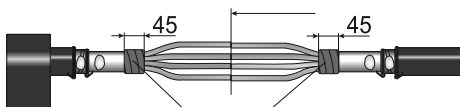

Рисунок 6
4.18 Закрывать «корешки» разделок кабелей герметиком гидрохим-защиты с одинаковым заходом на металлическую оболочку и изоляцию жил, постепенно удаляя разделительную бумагу и вытягивая герметик до половины начальной ширины (рисунок 6). Использовать короткие ленты герметика по одной на «корешок».